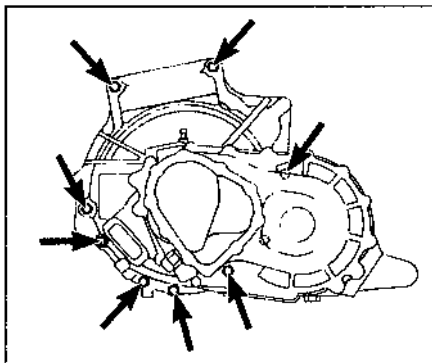

Рис. 4.23. Стрелками показаны болты крепления трансмиссии к двигателю
- 23 Отверните болты крепления трансмиссии к двигателю (см. рис. 4.23).